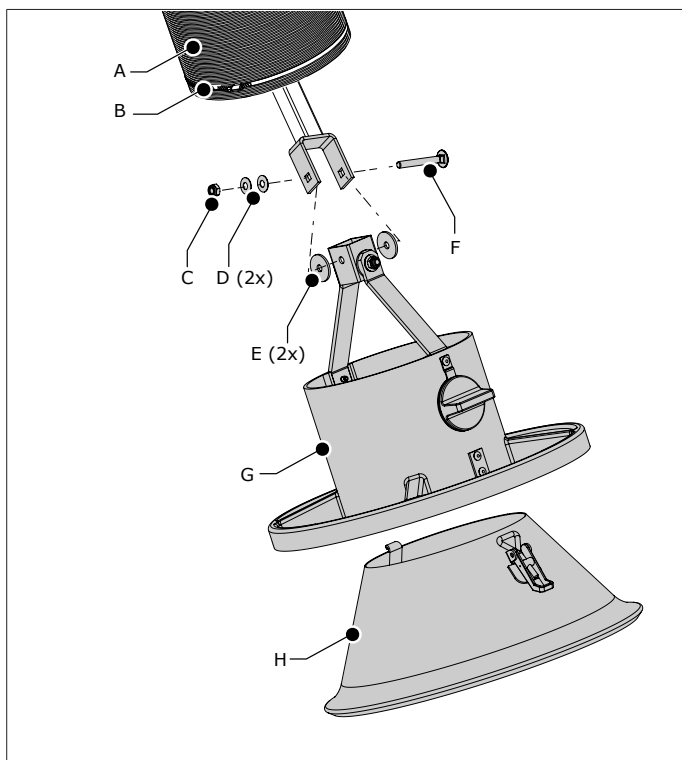

Рис. 4.3 Установка воронки (шланговое вытяжное устройство)
*Шланговое выт. устройство (EcopotArm): см. Рис. 4.3*